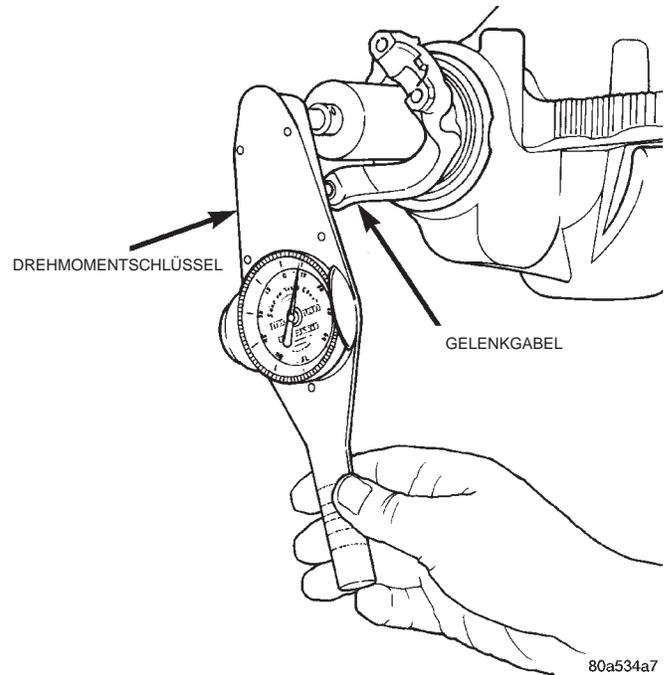

Abb. 40 Drehmoment des Antriebskegelrads messen
(11) Das zum Drehen des Antriebskegelrads erforderliche Drehmoment (= Vorspannung des Lagers) mit einem Drehmomentschlüssel messen (Abb. 40). Vorgeschriebene Werte:
(12) Wenn das zum Drehen des Antriebskegelrads erforderliche Drehmoment zu hoch ist, die Gelenkgabel abbauen und die Stärke der Vorspannungsbeilagen erhöhen. Eine Erhöhung um 0,025 mm (0,001 Zoll) verringert das Losbrechmoment um ca. 0,9 N·m (8 in. lbs.).
(13) Die Mutter in Schritten von 6,8 N·m (5 ft. lb.) so lange anziehen, bis das zum Drehen der Welle erforderliche Drehmoment korrekt eingestellt ist.
(14) Wenn das höchste Anzugsmoment erreicht wird, bevor das Losbrechmoment richtig eingestellt ist, die Gelenkgabel abbauen und die Stärke der Vorspannungsbeilagen verringern. Eine Verringerung um 0,025 mm (0,001 Zoll) erhöht das Losbrechmoment um ca. 0,9 N·m (8 in. lbs.).
(15) Ausgleichkorb in Differentialgehäuse einbauen.